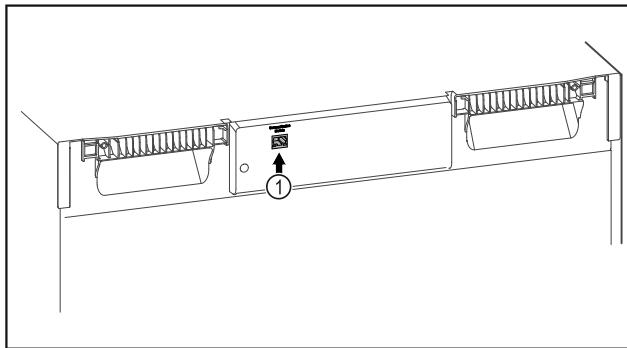

Fig. 153
- ❑ SmartModule Fig. 153 (1) ist eingesetzt.